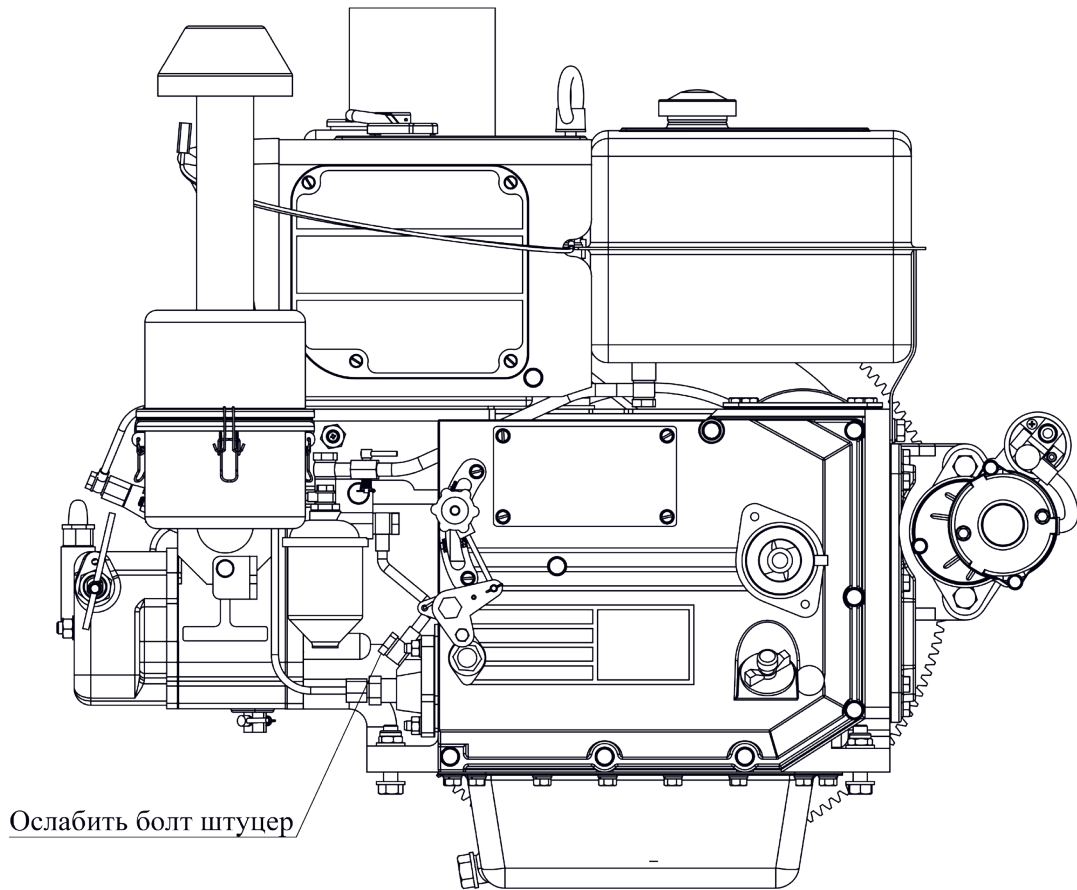

Рис. 30.
- дождаться пока из-под штуцер-болта перестанут появляться пузырьки воздуха, и польется ровная струя топлива (см. рис. 30);